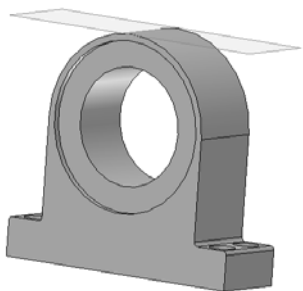

图 7-39 建立工作平面
①选择【工作平面】工具，首先用左键单击以选择零件基座的底面，然后选择零件顶端的圆柱面，则建立如图 7-39 所示的工作平面。选择该工作平面，单击右键，选择快捷菜单中的【新建草图】选项以建立草图，同时进入草图环境中。